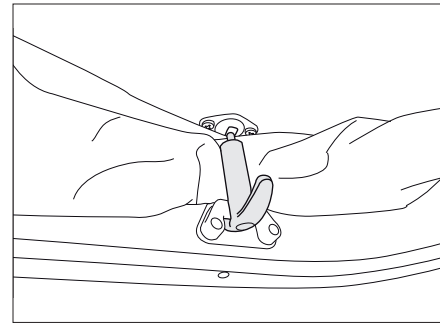

Bild 145 Sicherung Schlafdach
- Sicherungen (Bild 145) durch Ziehen lösen.
- Sicherungen (Bild 145) leicht nach unten ziehen und einhaken.